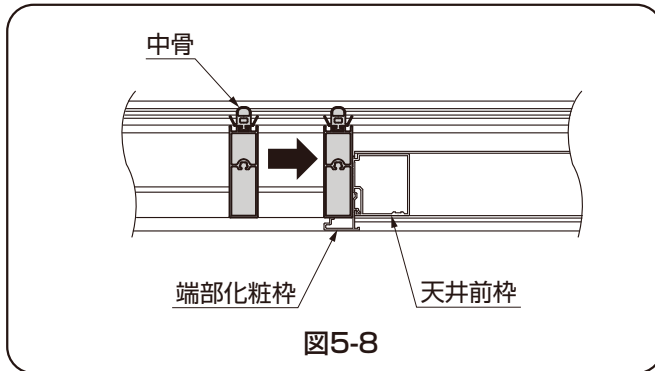

図5-8
- ①「3.カバーの取外し」で移動させた中骨を天井前枠にあて、垂木フタを取付けてください。(図5-8参照)
- ②天井材SA、天井材SBの順に天井前枠、天井後枠、天井材用中骨に【1-2】で取付けてください。